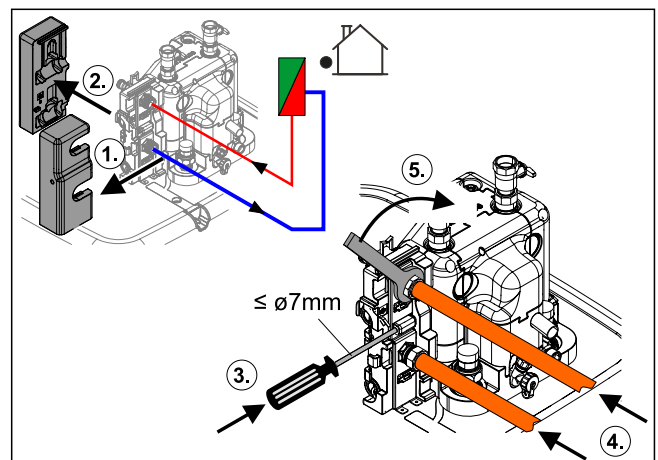

Bild 3-29 Hydraulische Verbindung zum Außengerät herstellen
- Position und Dimension der Heizungsanschlüsse sowie der Außengerätanschlüsse aus Bild 3-1 bis Bild 3-4 und aus Tab. 2-1 entnehmen. Die Details der hydraulischen Verbindung vom Innengerät zum Wasserein- und -auslass des Außengeräts sind dabei Bild 3-29 zu entnehmen.